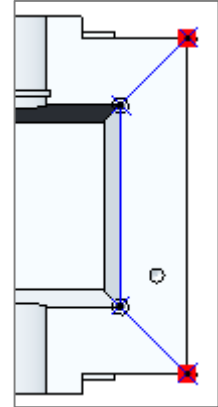

Abb. 7 Skizze trennen Schräge
- ▶  **Trennen** ▶ Trennoptionen: An Trennobjekt trennen ▶ Definieren ▶ Skizzierebene: E_TEILUNG ▶ Skizze gemäß Abb. 7 mit den Eckpunkten des Kragens als Referenzen